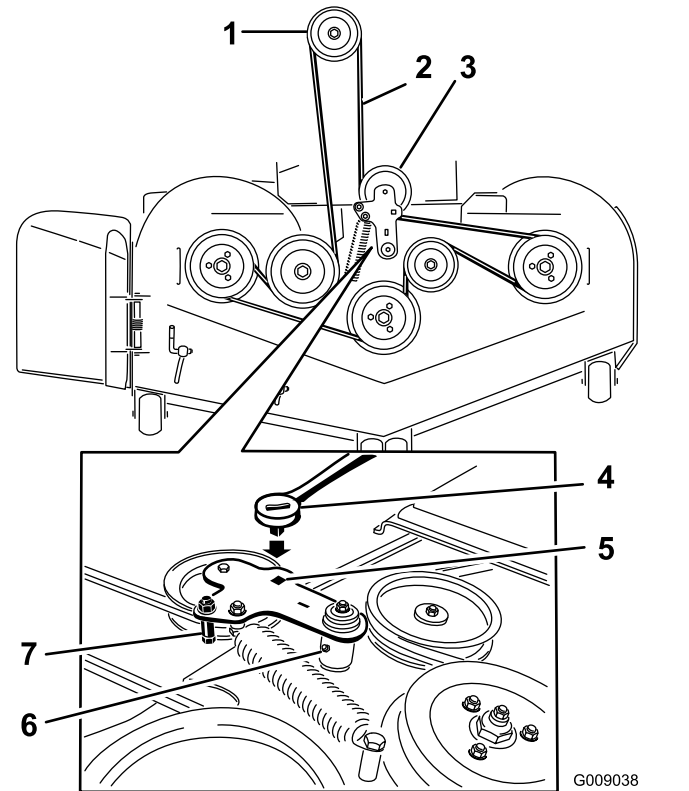

Figure 91
7. Insérez un rochet dans le trou carré du bras de la poulie de tension pour détendre le ressort de la poulie de tension (Figure 91).
9. Enlevez le guide de courroie situé sur le bras de la poulie de tension rappelé par ressort (Figure 91).
11. Acheminez la courroie neuve autour des poulies du plateau de coupe et de la poulie d'embrayage, sous le moteur (Figure 91).
12. Montez le guide de courroie sur le bras de la poulie de tension (Figure 91).
13. Insérez le rochet dans le trou carré et montez le ressort de la poulie de tension (Figure 91).